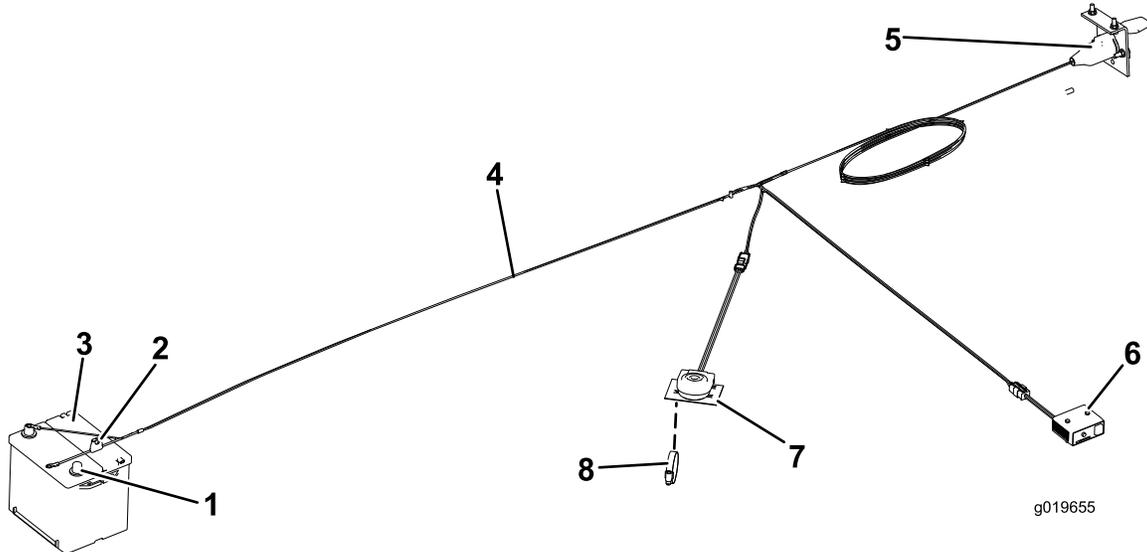

Figura 11
5. Monte o controlador de carga no painel ou guarda-lamas do tractor com os (2) parafusos n.º 10 e porcas n.º 10.
7. Ligue a cablagem aos componentes (Figura 11) da seguinte forma: